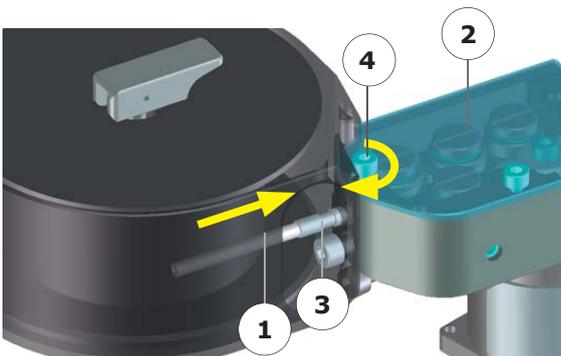

Abb.5.8. – Anschließen des Drahtführungsschlauches am Eingang des Drahtvorschubes
- Den Drahtführungsschlauch (Abb. 5.8 - Index 1) mit dem Endstück (Abb. 5.8 - Index 3) in den Drahtvorschub (Abb. 5.8 - Index 2) einführen.
- Das Endstück mit der Schraube (Abb. 5.8 - Index 4) befestigen.